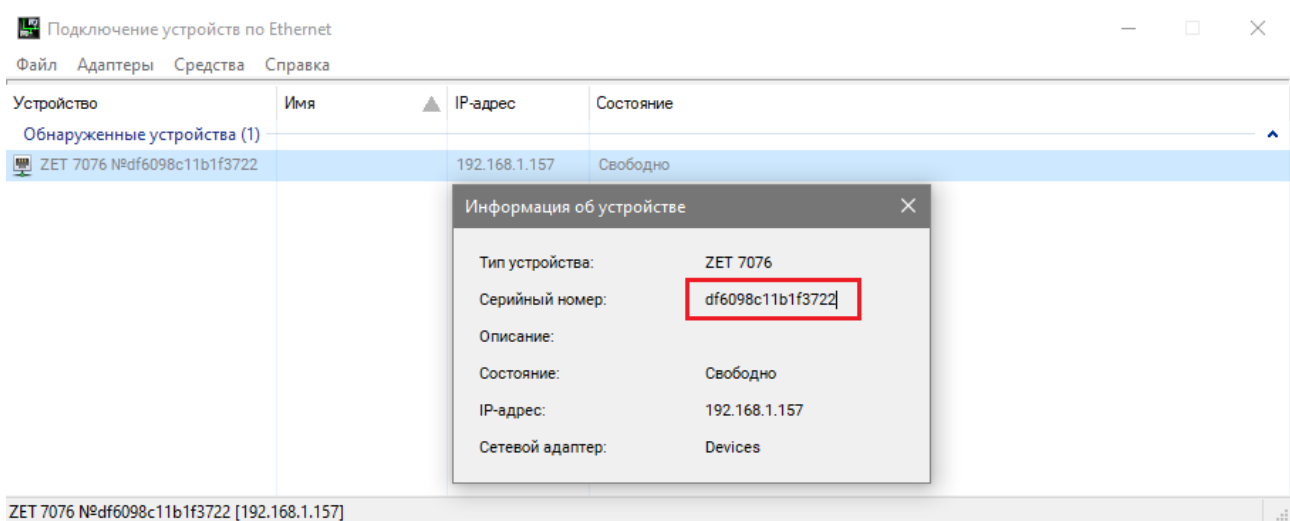

Рис. 3.3 Серийный номер преобразователя интерфейса
- В поле «Серийный номер интерфейсной платы» установить серийный номер преобразователя интерфейса ZET 7076. Информация о серийном номере преобразователя интерфейса указана в паспорте на устройство, либо из меню «Сетевые программы» панели ZETLAB запустить программу «Подключение устройств по Ethernet». В открывшемся окне правой клавишей мыши по наименованию преобразователя интерфейса вызвать контекстное меню и активировать команду «Информация». В окне «Информация об устройстве» скопировать серийный номер устройства (Рис. 3.3).